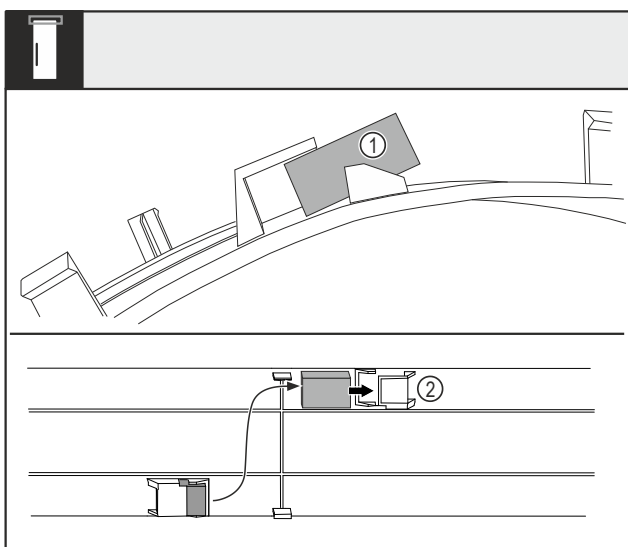

Fig. 15
- ▶ Zgiąć osłonę i wyciągnąć elektromagnes drzwiowy Fig. 15 (1) z gniazda.
- ▶ Wsunąć elektromagnes drzwiowy do drugiego gniazda Fig. 15 (2).